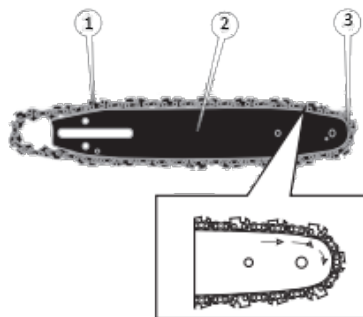

Рисунок 2
3.1.3 Зніміть притискну кришку, візьміть ланцюг (1, рисунок 2) і розташуйте його вздовж шини (2, рисунок 2) правильно зорієнтувавши напрямок руху. Хвостовики ланцюга повинні рівномірно входити в паз шини. Введіть ланцюг в зачеплення з приводною зірочкою (3, рисунок 2), яка розташована у вершині шини.